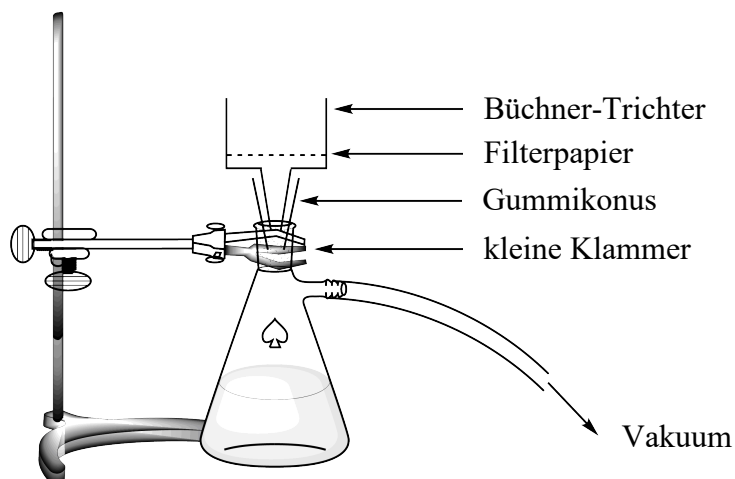

Abb. 2. Apparatur für Vakuumfiltration
7. **Bauen** Sie eine Vakuumfiltrations-Apparatur (siehe Abb. 2) mit Büchner-Trichter, Filterpapier und Saugflasche auf. Die Saugflasche wird mit einer kleinen Klammer am Stativ befestigt. **Halten** Sie Ihre HELP-Karte hoch. Die Laboraufsicht wird Ihnen zeigen, wie man die Saugflasche mit dem Vakuumschlauch verbindet.